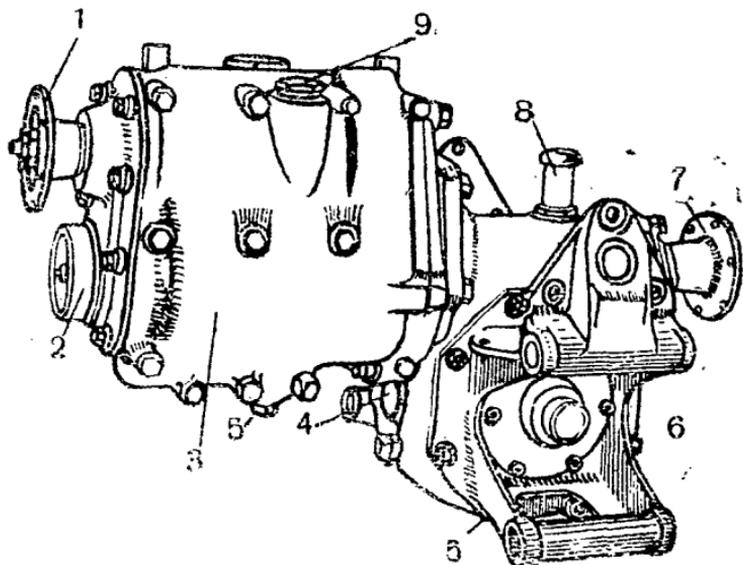

Рис. 4. Демультипликатор:
динён с коробкой перемены передач карданным валом (рис. 4).
6. Проверь количество масла в картере демультипликатора с помощью щупа в пробке наливной горловины (рис. 4).
7. Проверь количество масла в картерах главных передач (рис. 4).